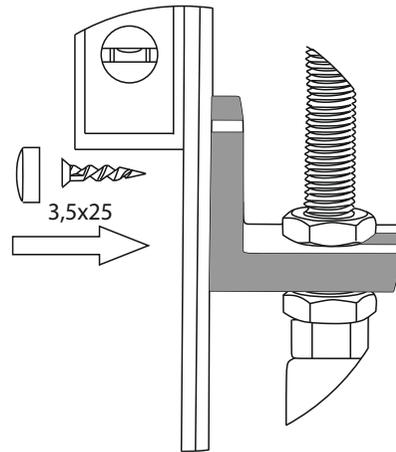

Рис.8
3. Отрегулировать положение упоров таким образом, чтобы панель располагалась строго вертикально, проверить положение панели с помощью строительного уровня (Рис.8);
4. Закрепить панель к пластмассовым упорам саморезами 3,5x25 (Поз.2) (Рис.8);
5. Установить декоративные заглушки (Поз.3) (Рис.8).